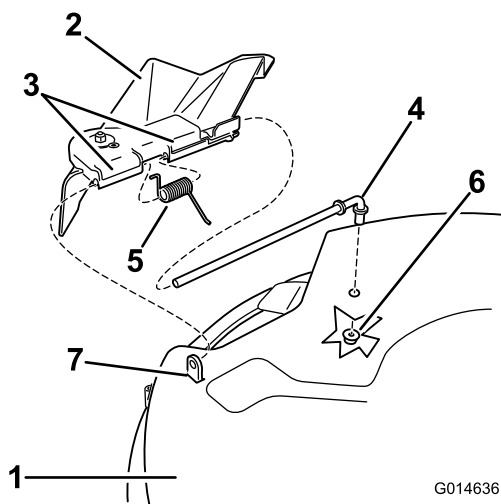
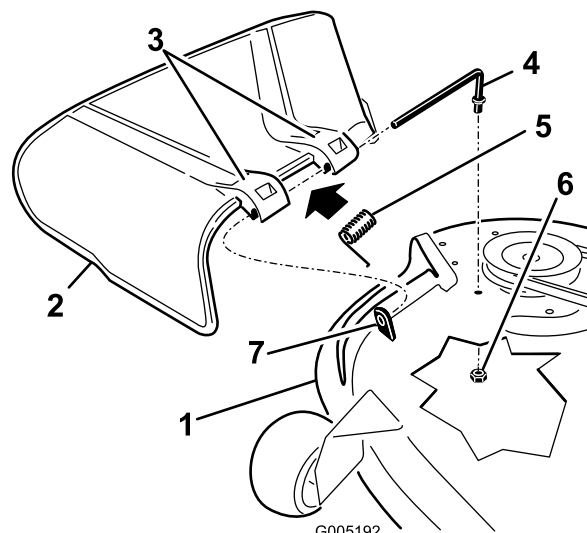

Figura 66
Figura 67
1. Localize os itens apresentados em Figura 66 e Figura 67.
2. Remova a porca (3/8 pol.) da barra debaixo do cortador (Figura 67).
3. Faça deslizar barra para fora da parte saliente curta, da mola e do defletor de relva (Figura 67).
5. Substitua o defletor de relva (Figura 67).
7. Coloque a mola na barra, com a cablagem da extremidade para baixo, e entre os suportes do defletor de relva. Faça barra deslizar pelo segundo suporte do defletor de relva (Figura 67).
9. Fixe a extremidade traseira da barra ao cortador com uma porca (3/8 pol.), como se mostra na Figura 67.